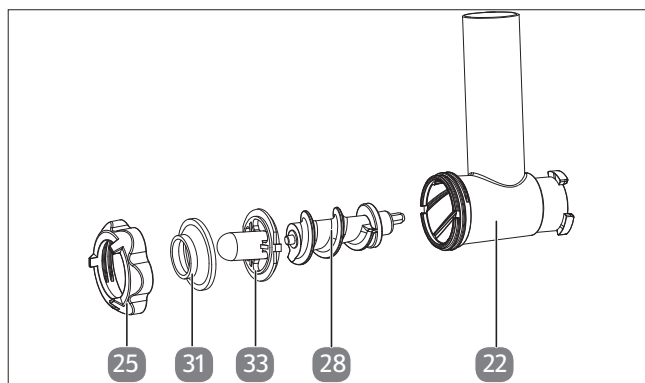

Fig. 24 – Accessoires pour kebbés
1. Assemblez les accessoires comme indiqué sur la figure. (voir Fig. 24).